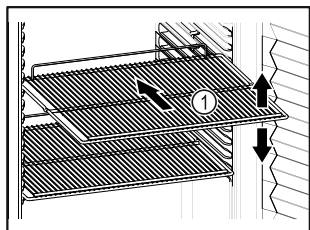

Fig. 30 Vejledende illustration
- Tilpas højden, når bæreristene Fig. 30 (1) kan flyttes.